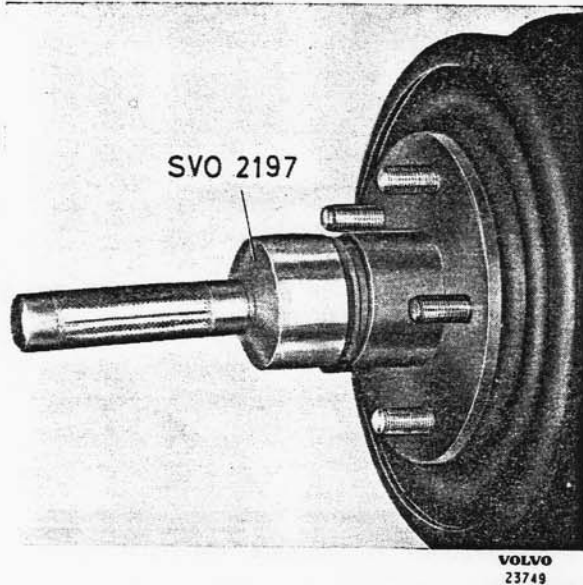
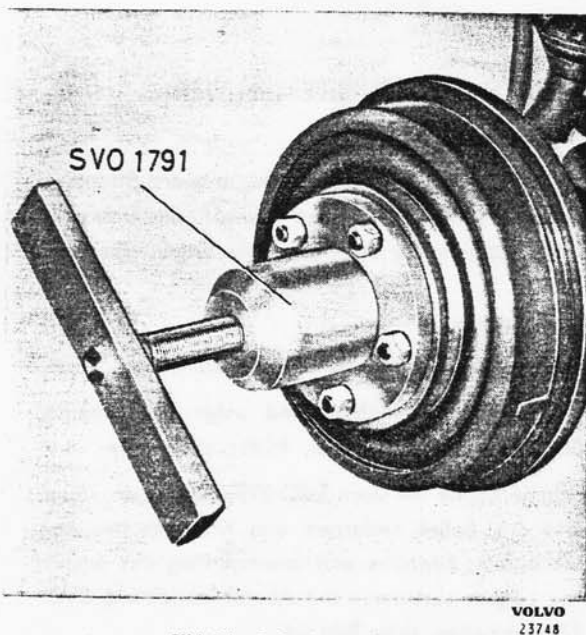

Bild 6-5. Schmierkappe ausbauen
Bild 6-6. Radnabe ausbauen
3. Schmierkappe mit Dorn SVO 2197 abnehmen, siehe Bild 6-5. Splint entfernen und Kronenmutter abschrauben. Radnabe und inneren Ring des äusseren Lagers zusammen mit Abziehvorrichtung SVO 1791 abziehen, siehe Bild 6-6.
11. Schmierkappe halb mit Fett füllen und mit Dorn SVO 2197 einbauen, siehe Bild 6-5.